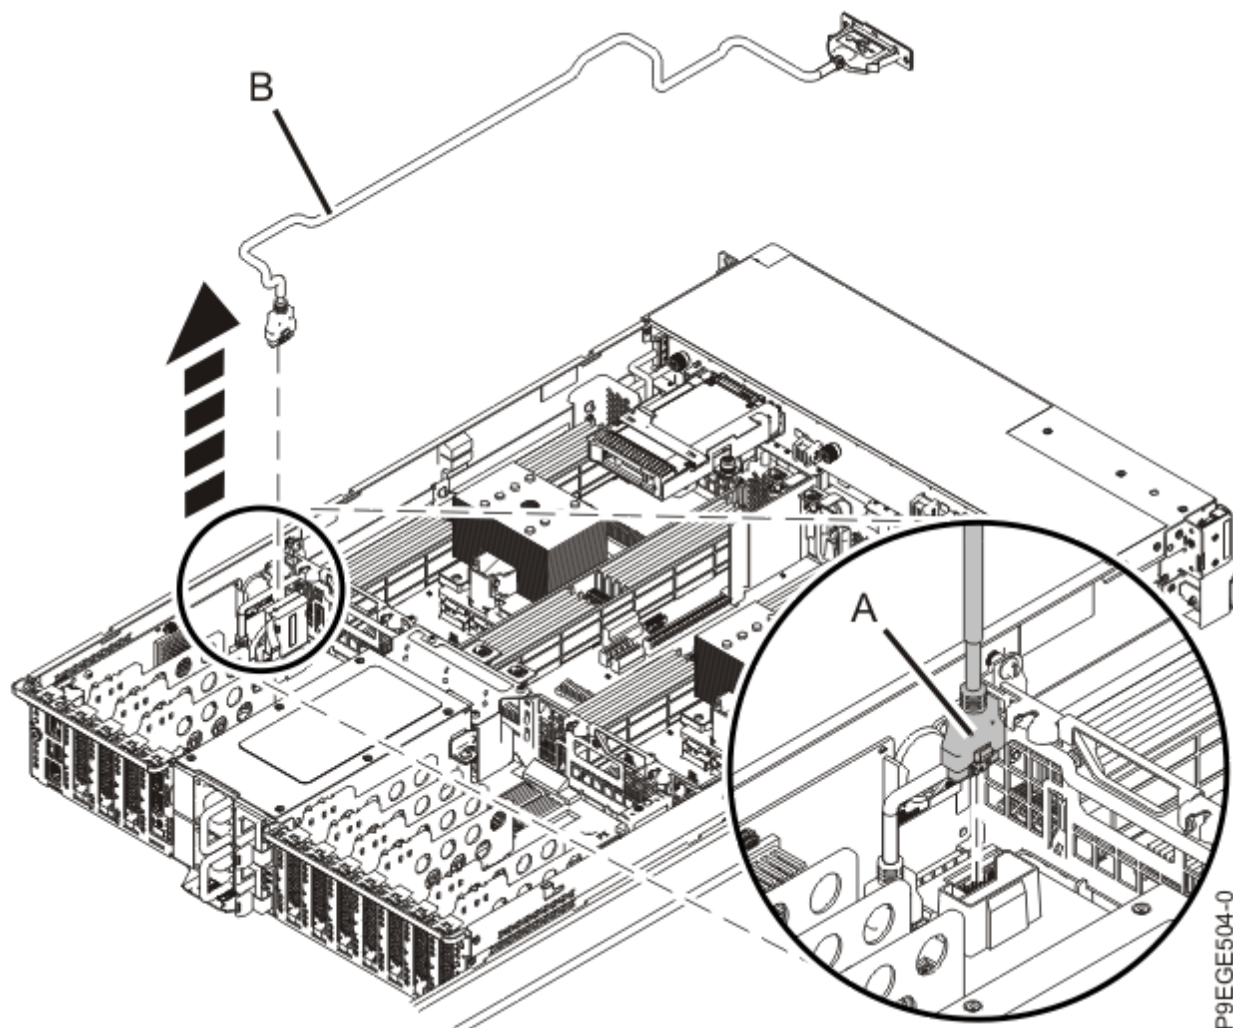

Figura 7. Removendo o cabo USB frontal do painel traseiro do sistema
3. Pressionando a trava de liberação no conector, desconecte o cabo USB frontal (**A**) do painel traseiro do sistema, conforme mostrado em Figura 7 na página 9.